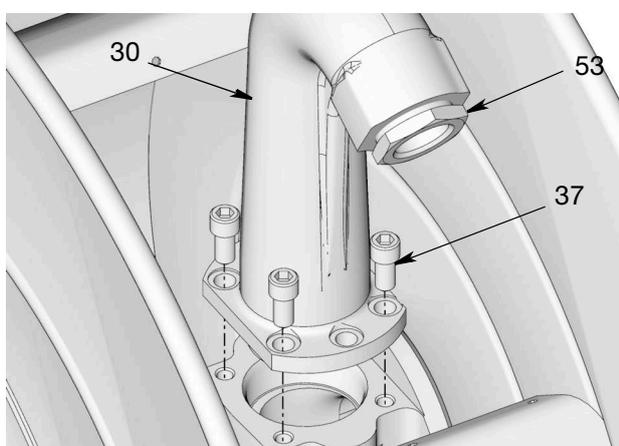

ABB. 6: Niederdruckauslass in der Abbildung. Bei Mitteldruckmodellen werden 6 Schrauben verwendet
3. Um den Schlaucheinbau zu erleichtern, den Auslass (30) von der Spule abnehmen. Die Schrauben (37), mit denen der Auslass an der Spule befestigt ist, entfernen (ABB. 6).
4. Gewindedichtmittel auf die Gewinde des Übergangsstücks (53) auftragen oder diese mit PTFE-Band umwickeln (sofern erforderlich). Dann das Übergangsstück (53) in das Ende des Auslasses einbauen (ABB. 6). Zwei Schraubenschlüssel an den Flächen ansetzen und das Übergangsstück so sicher am Auslassfitting festziehen.